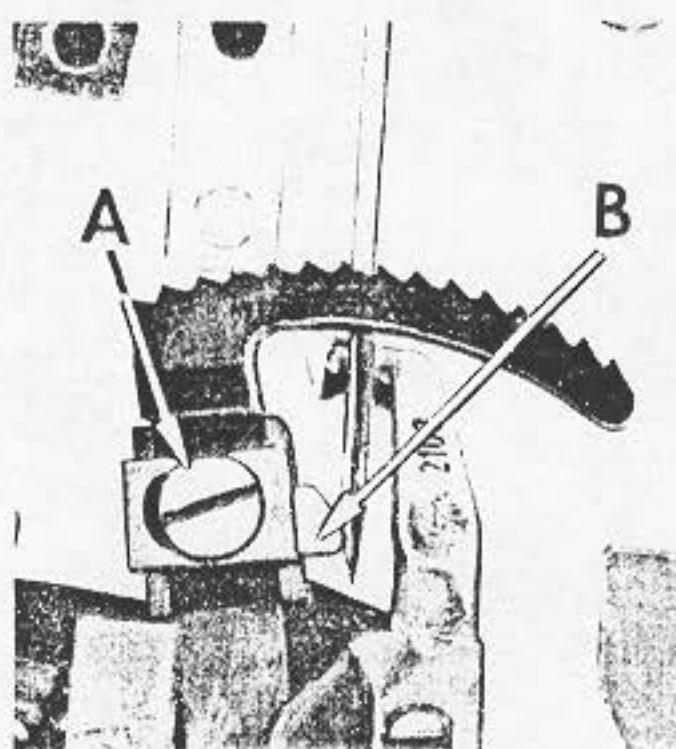

Fig.5
Um diese Einstellung zu erreichen, löse die Schraube A (Fig.5) und stelle den Transporteur auf die gewünschte Höhe ein. Zur Fixierung dieser eingestellten Höhe wird die im Transporteur befindliche Anschlagsschraube nachgestellt. Die Feststellschraube A (Fig.5) dient gleichzeitig zum Befestigen des Nadelanschlages B.
Der Nadelanschlag B (Fig.5) der nach jeder Neueinstellung der Stichlänge zu überprüfen ist, soll in seiner vordersten Stellung die Nadel nur leicht berühren. Zur Einstellung wird die Schraube A (Fig.5) gelöst und der Nadelanschlag B in seiner Führungsnute verschoben.
Jede Veränderung der Stichlänge macht eine Neueinstellung des Nadelanschlages erforderlich (Fig.5).
To make this adjustment, loosen screw (A, Fig.5) and set the feed dog to desired height. This screw also holds the needle guard, so after making any change in the feed dog height setting always re-check the needle guard setting.
The needle guard is set correctly when, at its most forward point of travel, it just contacts the needle (B, Fig.5). This adjustment is made by loosening screw (A) and moving the guard in the desired direction. There is a seat milled in the feed dog holder to receive the needle guard. Make sure that the guard is squarely seated in it.